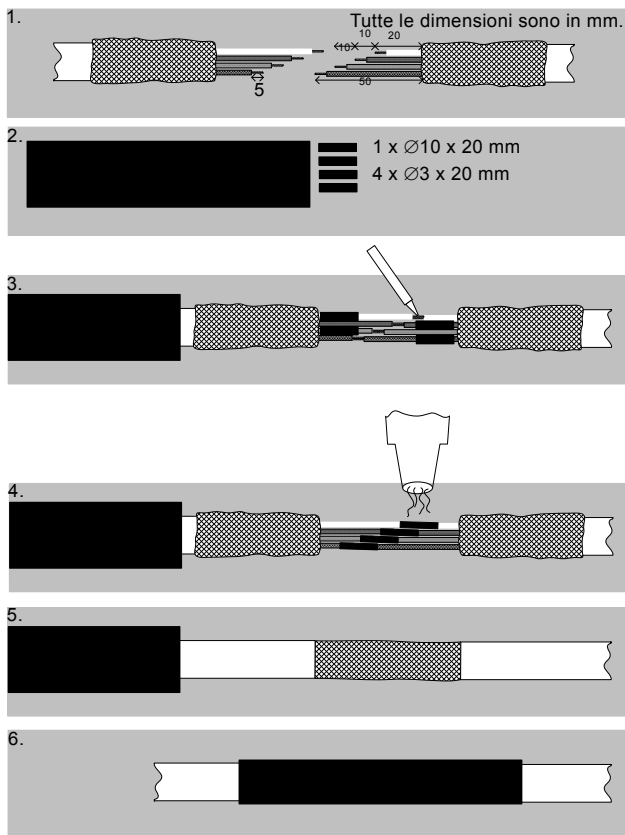

Fig. 4 Come si giuntano i cavi
Se è richiesta la prolunga del cavo, attenersi sempre alle istruzioni indicate di seguito per ottenere un collegamento ottimale tra sensore e dispositivo di controllo. I sei punti elencati fanno riferimento alla Fig. 4 a pagina 83
3. Posizionare le guaine termorestringenti come illustrato nella Fig. 4.